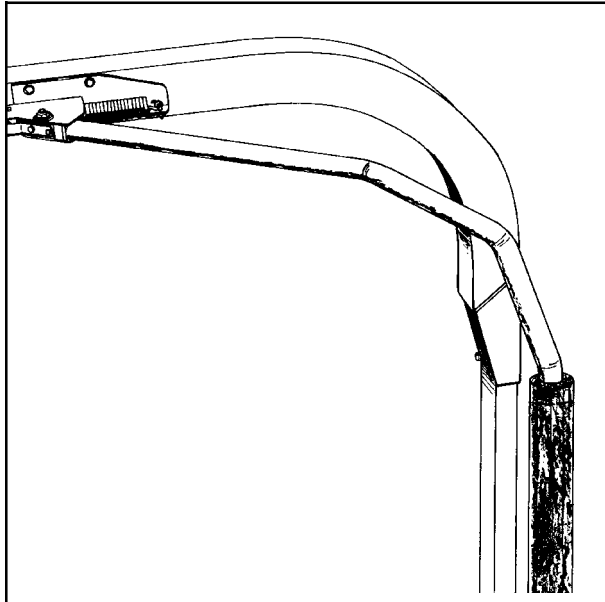

Fig. 5-1
- 5.4 Den består av en utløserbøyle som aktiverer en liten elektrisk bryter. (Se fig. 5-1). Straks strømkretsen brytes, stenges oljestrømmen, og sveiva stopper. Dette indikeres i styreboksens display ved at tre punkter tennes. (Se kapittel 7.1.1, punkt e).